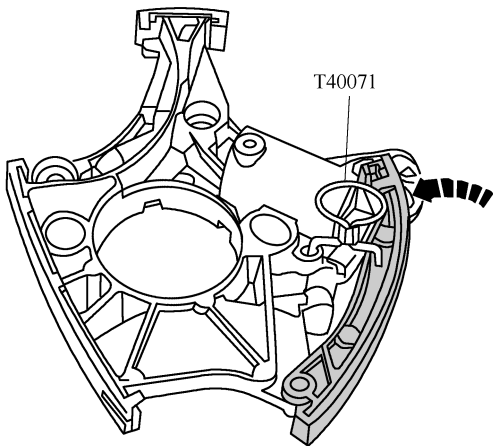

图 1-3-22 将左右凸轮轴正时链张紧器的滑轨向内按压直至极限位置
- 3) 如图 1-3-22 所示,将左右凸轮轴正时链条张紧器的滑轨向内按压直至极限位置,从链条张紧器上拉出定位销 T40071。